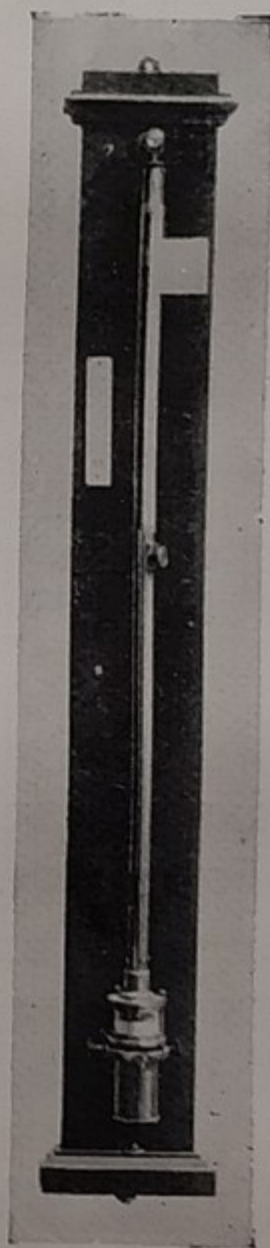

Fig. 70. — BAROMETRO A MERCURIO DI FORTIN.
56. Il barometro. — Per poter misurare comodamente il valore della pressione atmosferica il tubo di Torricelli ha subito diverse modificazioni ed ha preso il nome di *barometro a mercurio* (fig. 70). Si costruiscono anche barometri trasportabili in montagna, molto utili per determinazioni scientifiche.